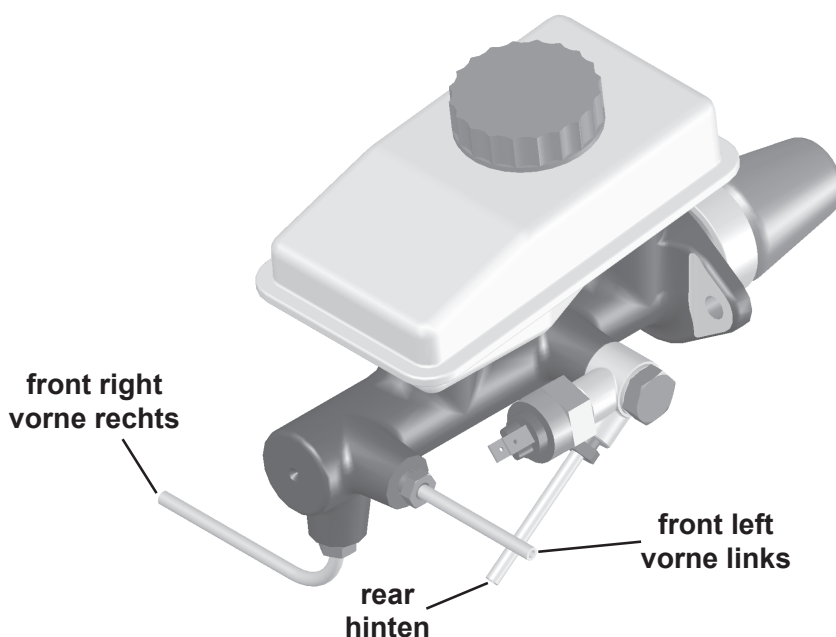

Fig. 10
- Nachdem die CSP-Bremsanlage und der richtige Hauptbremszylinder montiert worden sind (Fig.10), kann die Bremsanlage wieder mit Bremsflüssigkeit befüllt und entlüftet werden. Hierbei können Sie grundsätzlich in gleicher Weise vorgehen wie es in Ihrem Fahrzeug-Reparaturleitfaden beschrieben ist.